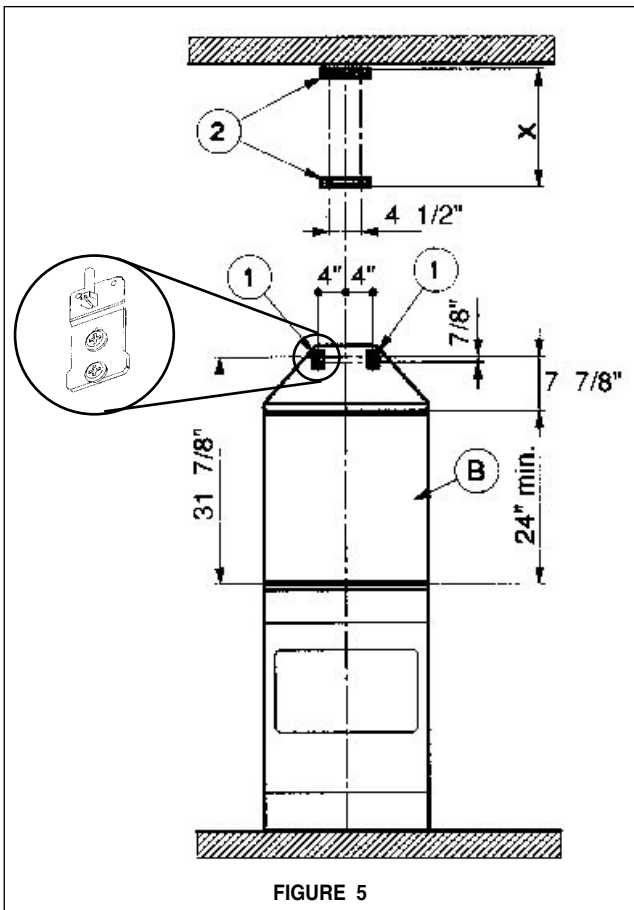

FIGURE 5
3. La hotte Perla s'installe au mur avec deux fixations (1 de la FIGURE 5). La hotte est suspendue par deux fixations qui doivent être installées avec les collerettes sur le dessus de la fixation et pointant vers l'extérieur du mur. Avant d'installer les fixations, installer les vis de réglage au bas de la fixation. Ces deux vis sont fournies dans le nécessaire de ferrures et ont des têtes hexagonales avec une encoche pour un tournevis à lame plate. Les dimensions à la FIGURE 5 sont pour l'installation de la hotte à 24 po au-dessus du plan de travail.
4. La cheminée s'installe au mur par deux fixations (2 de la FIGURE 5). Noter la position des fixations. La fixation supérieure doit être installée à environ 1/8 po du plafond. La fixation inférieure doit être installée au point inférieur du manchon de la cheminée supérieure. Déterminer l'emplacement approprié pour chaque fixation et les installer au mur. **S'ASSURER QUE LES FIXATIONS SONT BIEN INSTALLÉES AU MUR.**